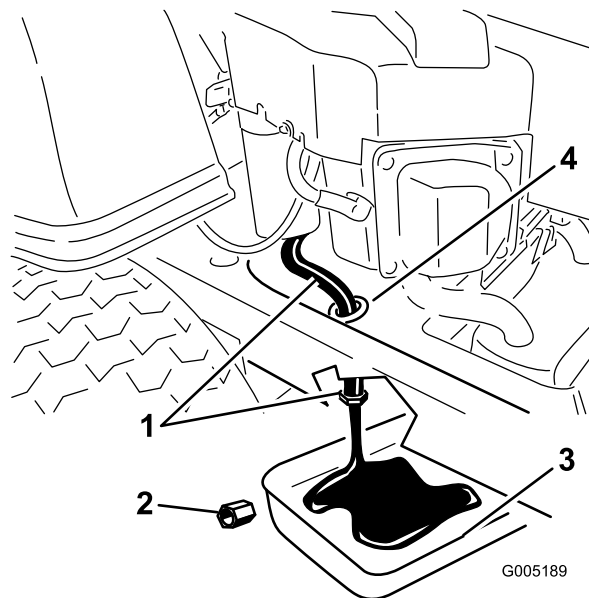

Figura 31
- Individuate il tubo di spurgo dell'olio sul lato sinistro del motore. Il tappo di spurgo è fissato a un tubo di spurgo instradato attraverso un foro sul telaio della macchina (Figura 31). Pulite l'area circostante il tappo e il tubo di spurgo dell'olio.
- Collocate un vassoio raccoglitore sotto la macchina in coincidenza con il tubo di spurgo dell'olio come illustrato nella Figura 31.
- Rimuovete il tappo di spurgo dell'olio utilizzando due chiavi (una per tenere fermo il tubo e l'altra per allentare il tappo) (Figura 31).
13. Una volta completato lo spurgo dell'olio, montate il tappo. Serrate il tappo a una coppia di 14 Nm. Tergete l'olio superfluo (Figura 31).